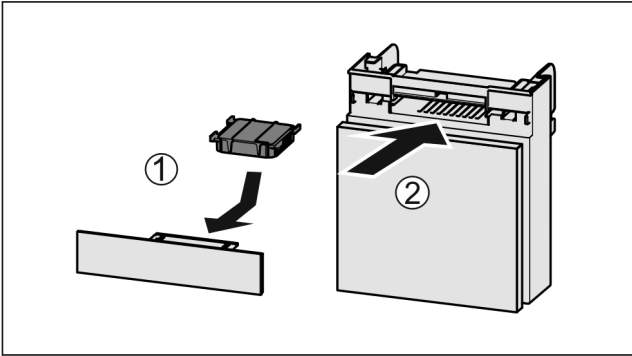

Fig. 174
► 按图装入 Fig. 174 (1) 活性炭过滤器。
► 推入 Fig. 174 (2) 抽屉。